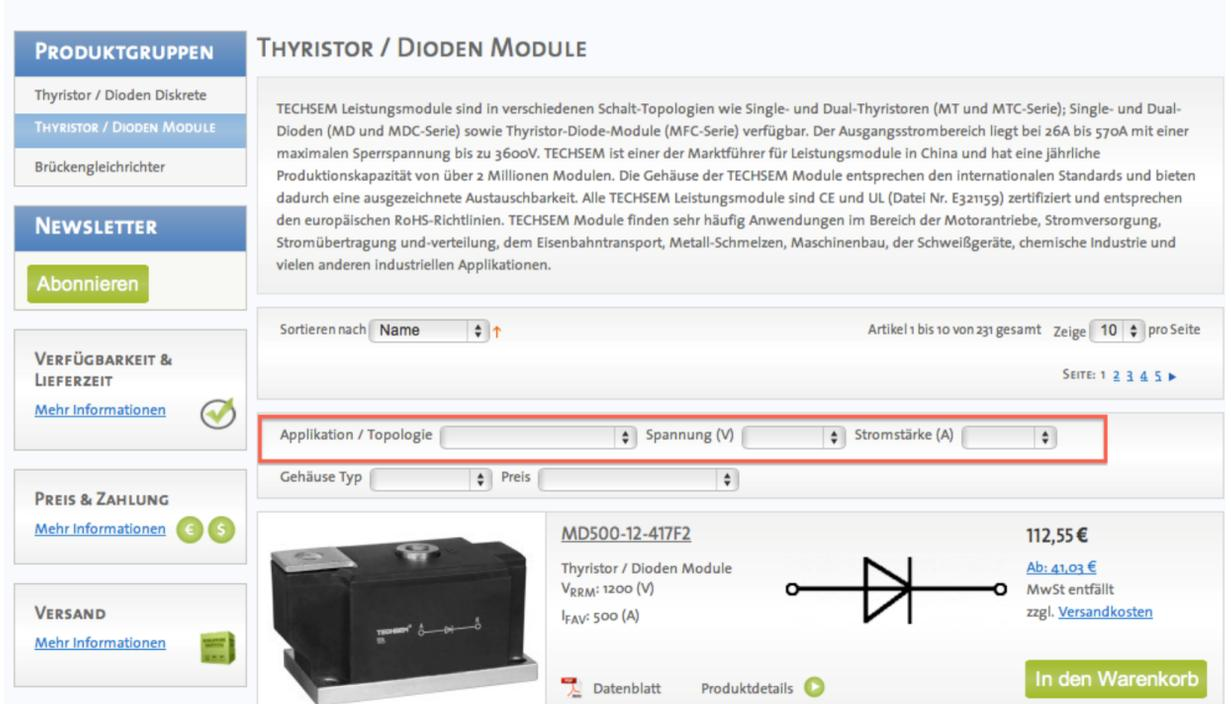

Bild 2: Filterungsfunktion im Webshop
3. Nachdem der Strom und die Spannung festgelegt wurde, können Sie im Webshop über die Filterung (siehe Bild 2) das Modul auswählen.